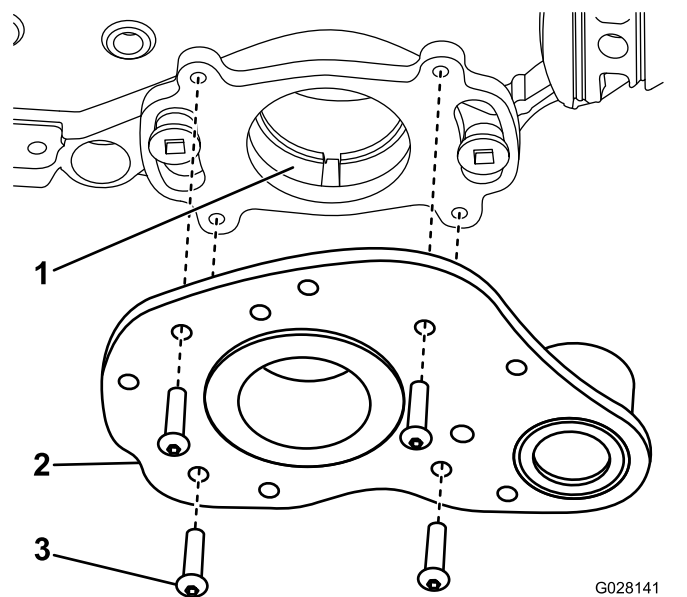

図 9
2. パイロットボアとOリングにグリスを薄く塗布する 図 9。
3. ねじ4本を使って、駆動アセンブリを後取り付けプレートに固定する 図 9。